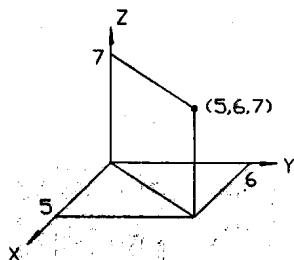

图 1.3 直角坐标
- 1. 绝对直角坐标** 只有在 AutoCAD 中显示坐标时才使用绝对直角坐标。在 AutoCAD 中一个点的绝对直角坐标是指这一点相对于原点来说的 X、Y、Z 坐标值(见图 1.3)。在数学中，通常用(X, Y, Z)表示一个点。而在 AutoCAD 中，则只用 X, Y, Z 就可以了，不需要也不能加括号。例如，要输入点(5, 6, 7)，则只需在 AutoCAD 要求输入点的时候输入：